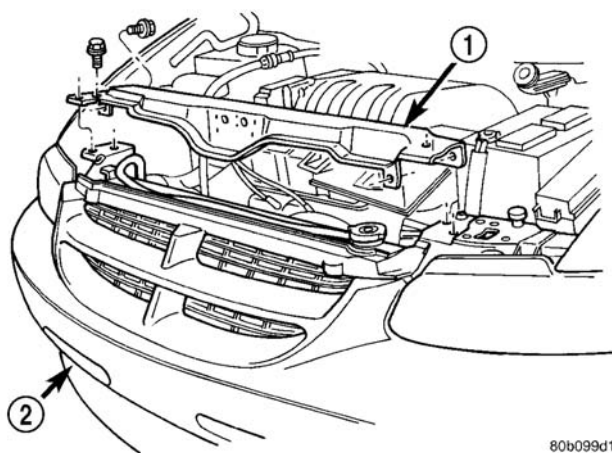

图 14 散热器固定板横梁
- （9）拆卸将横梁后端固定到散热器固定板的螺栓（图 14）。
- （4）安装将横梁尾端固定到散热器固定板的螺栓（图 14）。紧固螺栓至 $19 \text{ N} \cdot \text{m}$ (14ft.lbs.) 的扭矩。